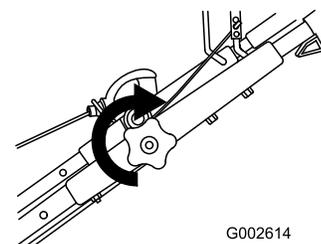

Figure 4
2. Serrez le bouton supérieur du guidon autant que possible (Figure 4).